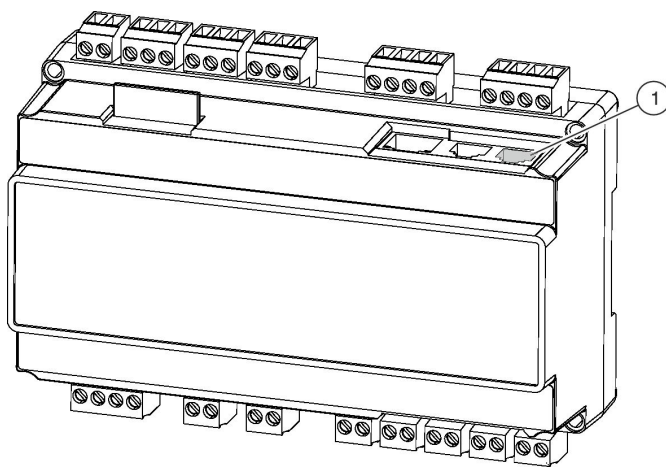

Рис. 34: Интерфейс Modbus RS485
- ▶ Используйте интерфейс Modbus-RS485 (Рис. 34/1) для подсоединения ведущего контроллера X-CUBE control к удаленному терминальному устройству (RTU).